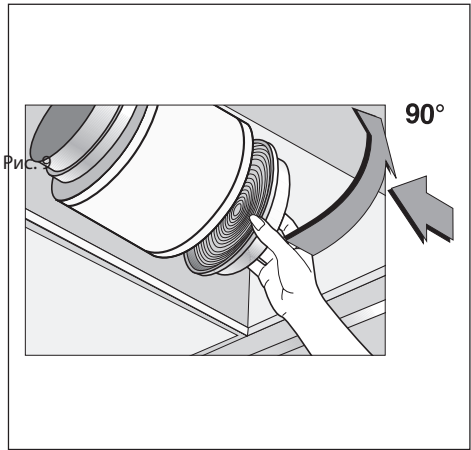

Рис. 6
- наденьте угольные фильтры на двигатель вытяжки и поверните их на 90° вплоть до щелчка (рис. 6);